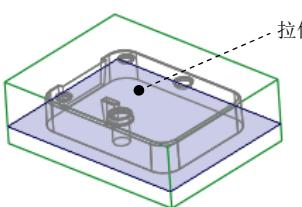
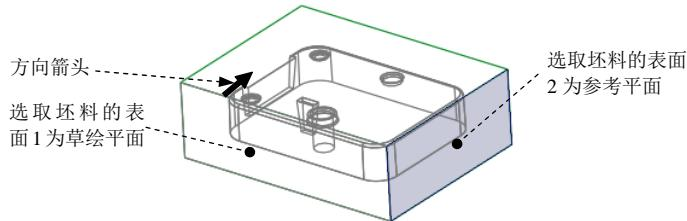

图 20.27 拉伸曲面
图 20.28 定义草绘平面
- (1) 按住 Ctrl 键，选取合并面组 9 和边界曲面 8。
- (2) 单击 **分型面** 操控板中 **编辑** ▾ 区域的 **合并** 按钮，此时系统弹出“合并”操控板。
- (3) 在操控板中单击 **选项** 按钮，在“选项”界面中选中 相交 单选项。
- (4) 在“合并”操控板中单击 **确定** 按钮。
Step24. 创建拉伸曲面，如图 20.27 所示。
- (1) 将坯料取消遮蔽。
- (2) 单击 **分型面** 功能选项卡 **形状** ▾ 区域中的 **拉伸** 按钮，此时系统弹出“拉伸”操控板。
- (3) 定义草绘截面放置属性。右击，从弹出的菜单中选择 **定义内部草绘...** 命令；在系统 **选择一个平面或曲面以定义草绘平面** 的提示下，选取图 20.28 所示的坯料表面 1 为草绘平面，接受图 20.28 中默认的箭头方向为草绘视图方向，然后选取图 20.28 所示的坯料表面 2 为参考平面，方向为 **右**。然后单击 **草绘** 按钮。